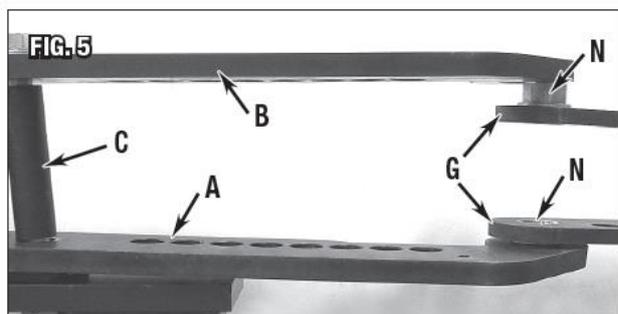

Рис. 5
1. Отвернуть две гайки M18 на концах болтов M18 и развести верхнюю и нижнюю пластины рамы (A) и (B) так, чтобы втулки сдвинулись в отверстиях большого диаметра 32 мм до их фланцев (Рис. 5).
2. Вставить ось шарнира (R) $\text{Ø}1''\times 6\text{-}1/2''$ [$\text{Ø}25\times 165$ мм] в обе втулки.
3. Потянуть верхнюю и нижнюю пластины рамы вместе с внутренним болтом, оставляя внешний M18 болт и распорную втулку $\text{Ø}1''\times 4''$ [$\text{Ø}26\times 102$ мм] (Рис. 5).